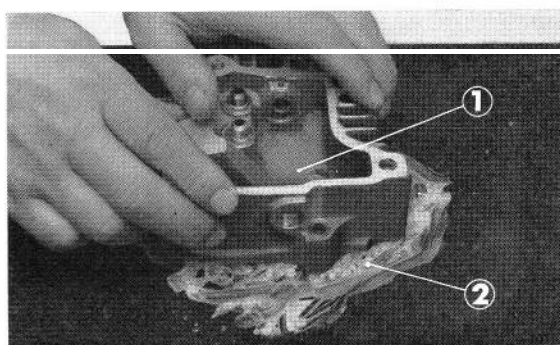

Figure 2-11 : ① culasse
2. Le gauchissement de la culasse n'apparaît que progressivement, et il est par conséquent très difficile à déceler. Comme il est principalement dû à un serrage inégal des écrous de fixation, ce dernier doit être effectué avec grand soin. Pour vérifier le dressage de la culasse, enduire un marbre de minium ou de bleu, puis frotter la portée de la culasse sur le marbre enduit. L'empreinte du minium ou du bleu sur la portée montre alors si le contact est bien égal (figure 2-11).